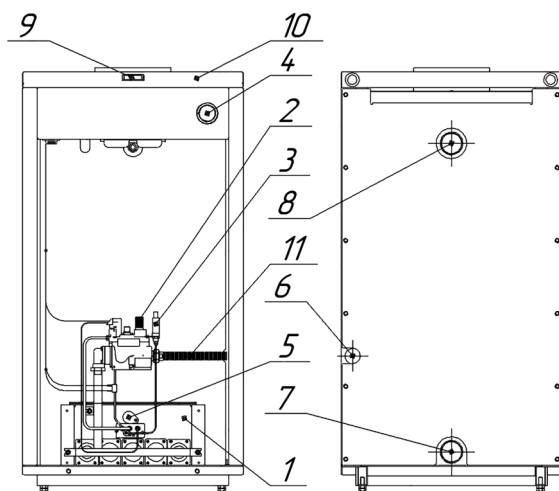

Рис. 1.
- 5.1. Аппарат отопительный представляет собой сварную конструкцию, образующую по всему периметру водяную рубашку. В нижней части аппарата отопительного, в проёме топочной камеры, установлено газогорелочное устройство с органами управления. В верхней части аппарата отопительного находится газоотводящий патрубок для удаления продуктов сгорания из топки. На задней поверхности (для моделей Premier-55 и Premier-80) или боковых поверхностях (для модели Premier-100) аппарата отопительного расположены резьбовые патрубки, предназначенные для подключения к системе отопления и газоснабжения. Регулирование и поддержание заданной температуры обеспечивается терморегулятором (одним для модели Premier-55 или двумя для моделей Premier-80, Premier-100), модулирующим пламя основной горелки, снабженными ручкой с делениями, которая установлена на передней панели аппарата отопительного (см. рис. 1; 1.1; 1.2).